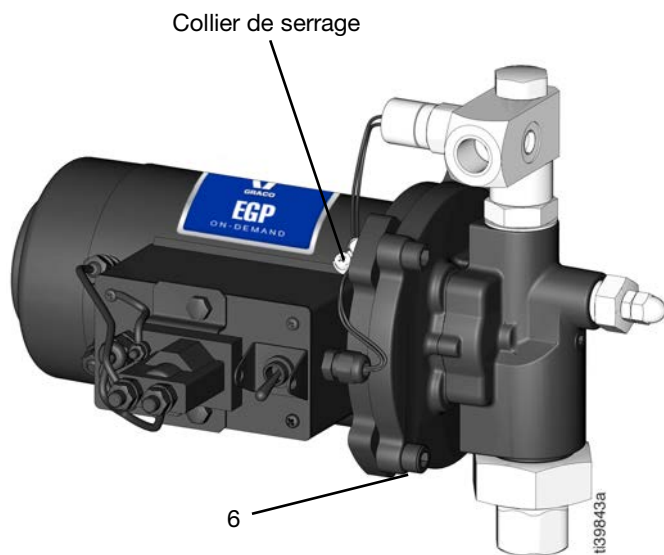

FIG. 32
12. Retirez les fils du pressostat du collier de serrage (FIG. 32),
13. Retirez les quatre vis Allen (6) à l'aide d'une clé de 8 mm (FIG. 32).
6. Placez et serrez les quatre vis Allen (6) à l'aide d'une clé Allen de 8 mm (Serrez au couple de 20 ft-lbs) (voir FIG. 32).